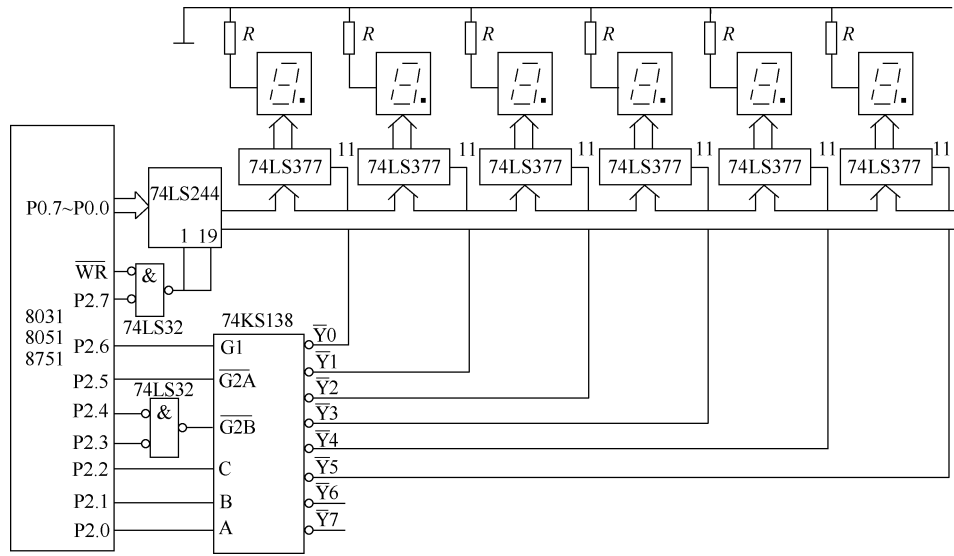

图 7-31 用锁存器连接的 6 位 BCD 码静态显示电路原理图
在智能化仪器及微型机控制系统中，为了使操作者随时都能监视生产过程，而又不占有 CPU 的很多时间，人们更喜欢采用静态显示电路。它主要是用于 BCD 码显示。图 7-31 所示为 6 位 BCD 码静态显示电路原理图。
(1) 电路分析
- ① 如图 7-31 所示，74LS244 为总线驱动器，6 位数字显示共用同一组总线。
- ② 每个 LED 显示器均配有一个锁存器（74LS377），用它来锁存待显示的数据。当被显示的数据从数据总线经 74LS244 传送到各锁存器的输入端后，到底哪一个锁存器选通，取决于地址译码器 74LS138 各输出位的状态。
- ③ 总线驱动器 74LS244 由  $\overline{WR}$  和 P2.7 控制，当  $\overline{WR}$  和 P2.7 同时为低电平时，74LS244 打开，将数据总线上的数据传送到各个显示器的锁存器 74LS377 上。
- ④ 在图 7-31 所示的显示系统中，地址的确定见表 7-13。
根据图 7-31 所示电路可写出 6 位静态显示程序，由于接口电路中显示模型输出地址和位选信号可一次选中，故只要一次输出即可显示一位。